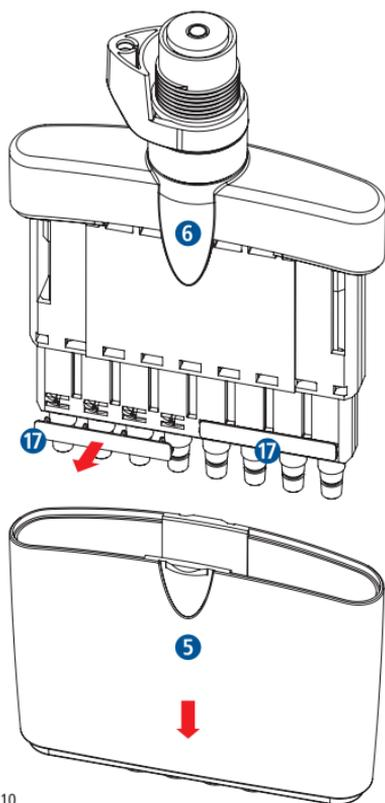

Fig.10
- Retirez le tube d'éjection **5** en desserrant/soulevant la fixation **6** (Fig. 10).